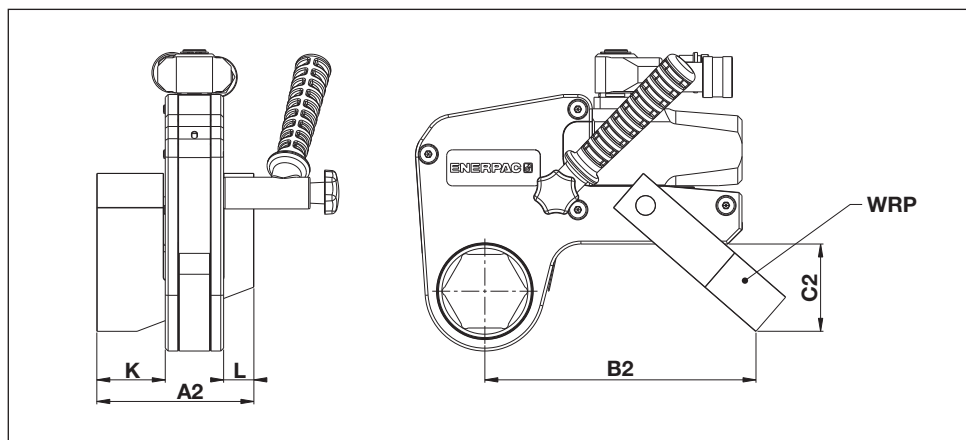

Abb. 24
6.1.2 Abmessungen, WRP-Serie Abstützfuß (Abb. 24)